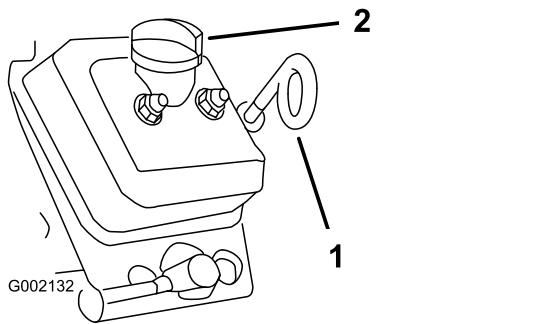

Bild 40
8. Reinigen Sie den Bereich um den Ölpeilstab, den Fülldeckel und Füllstutzen und nehmen Sie den Peilstab heraus (Bild 40).
9. Entfernen Sie den Fülldeckel und gießen Sie Öl der angegebenen Sorte in den Füllstutzen, bis der Ölstand die Voll-Markierung am Peilstab erreicht (**Bild 40**).
10. Stecken Sie den Peilstab ganz in den Füllstutzen, ziehen Sie ihn dann heraus und prüfen Sie den Ölstand (**Bild 40**).
11. Stecken Sie den Peilstab ganz in den Füllstutzen ein und setzen Sie den Fülldeckel auf den Füllstutzen, bis beide fest sitzen (**Bild 40**).